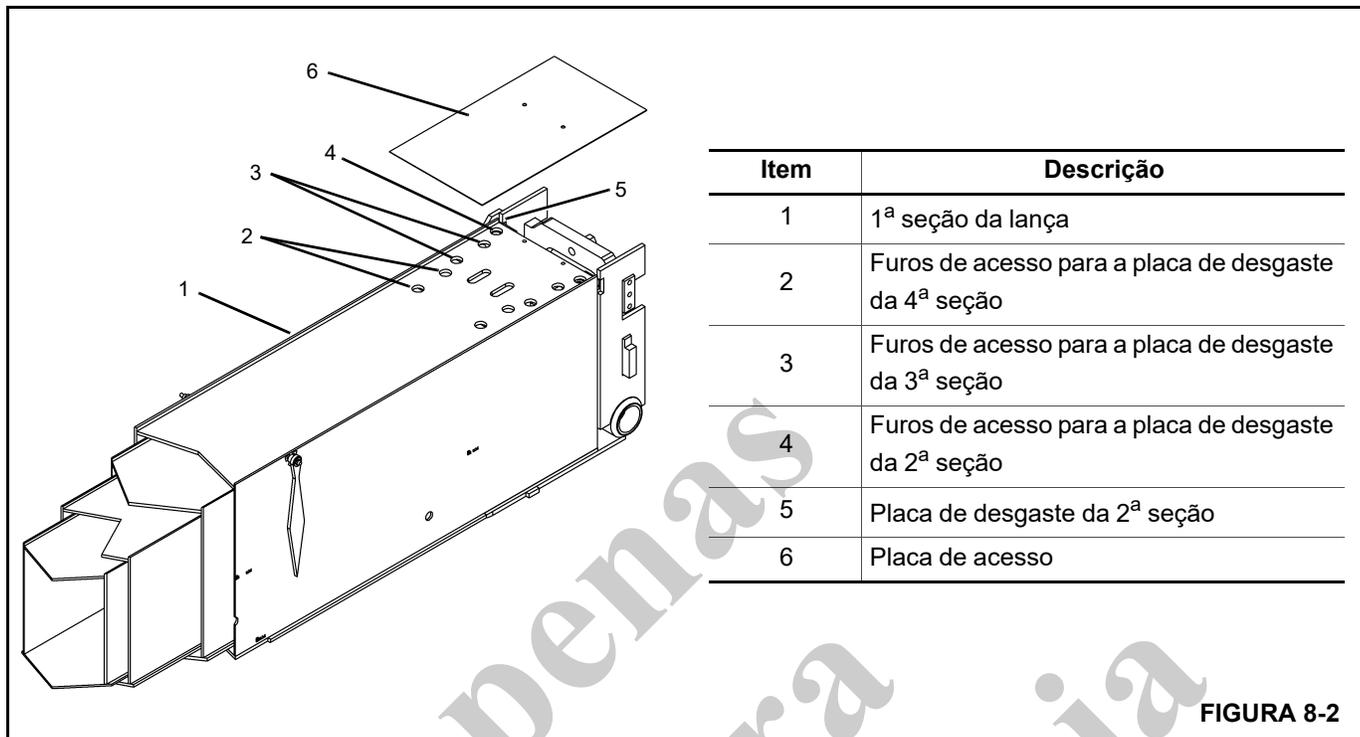

FIGURA 8-2
2. Com a lança totalmente retraída, remova a placa de acesso (6) localizada na parte superior traseira da 1ª seção (Figura 8-2).
3. Aplique graxa às placas de desgaste na parte superior da 2ª seção através dos furos de acesso (4) na 1ª seção com a pistola de graxa (Figura 8-2).
4. Estenda a lança para alinhar os furos de acesso na 2ª seção (3) às placas de desgaste na 3ª seção. Aplique graxa com uma pistola de graxa nas placas de desgaste da 3ª seção.
5. Estenda a lança para alinhar os furos de acesso (2) na 3ª seção às placas de desgaste na 4ª seção. Aplique graxa com uma pistola de graxa nas placas de desgaste da 4ª seção.